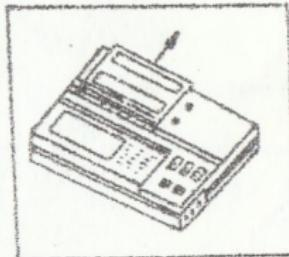

Рис. 6.4
3) удалите крышку печатающего устройства, сместив ее так, показано на рис. 6.4;
- 6) снимите крышку печатающего устройства, сдвигая ее так, как было показано на рис. 6.4;